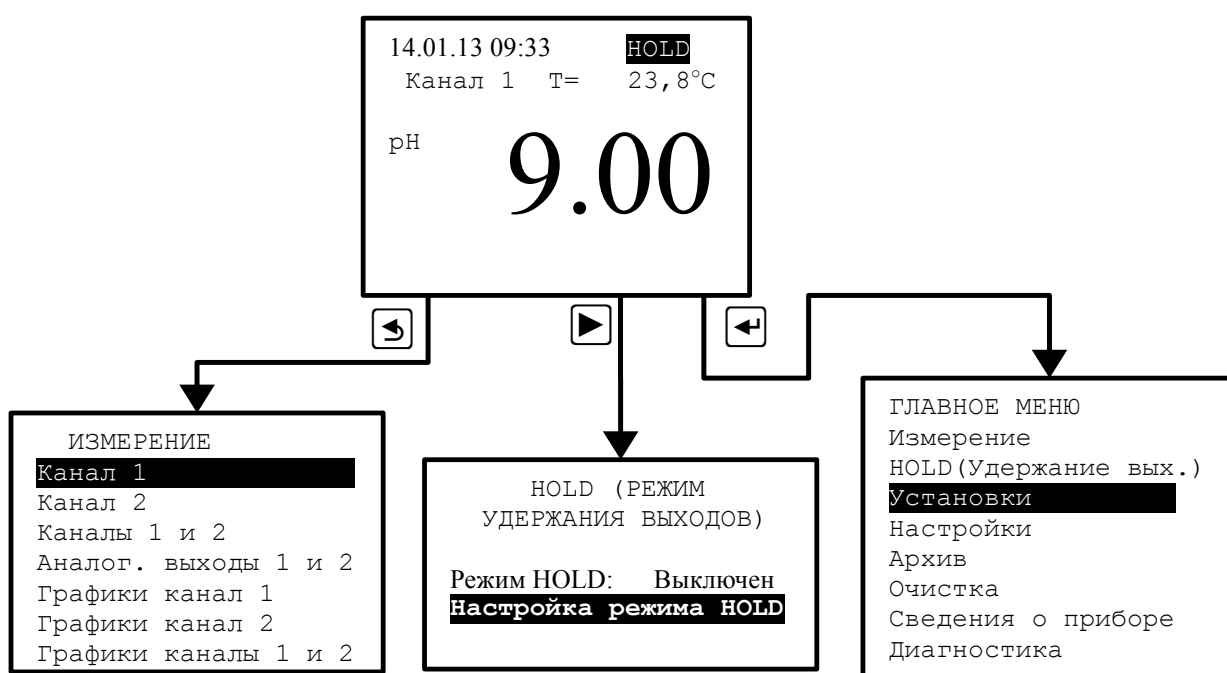

Рисунок 5 - Режим измерения
4.3.1.4 При помощи «горячих» кнопок из режима измерения можно перейти к некоторым режимам и меню анализатора без перехода через «ГЛАВНОЕ МЕНЮ» (Рисунок 5).
4.3.3.1 Чтобы войти в меню «УСТАНОВКИ» из режима измерения, надо сначала войти в Главное меню. Вход в «ГЛАВНОЕ МЕНЮ» производится при нажатии кнопки  (смотри п.Рисунок 5).